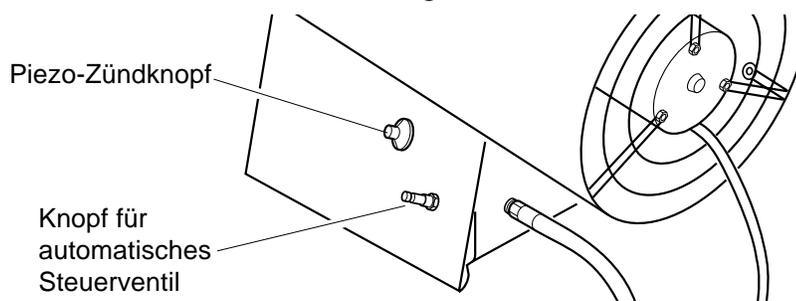

Abb. 5 - Knopf des automatischen Steuerventils und Piezo-Zündknopf
5. Knopf des automatischen Steuerventils drücken und festhalten (siehe Abb. 5). Piezo-Zündknopf drücken (siehe Abb. 5). Es kann sein, daß der Piezo-Zündknopf zwei- bis achtmal gedrückt werden muß, bis der Brenner zündet. Wenn der Brenner zündet, den Knopf des automatischen Steuerventils noch weitere 30 Sekunden drücken. *Hinweis:* Zündet das Heizgerät nicht, so kann Luft im Schlauch die Ursache sein. In diesem Fall den Knopf des automatischen Steuerventils noch 20 Sekunden lang drücken. Dann loslassen und 20 Sekunden lang warten, bis das unverbrannte Gas sich verflüchtigt hat. Schritt 5 wiederholen.